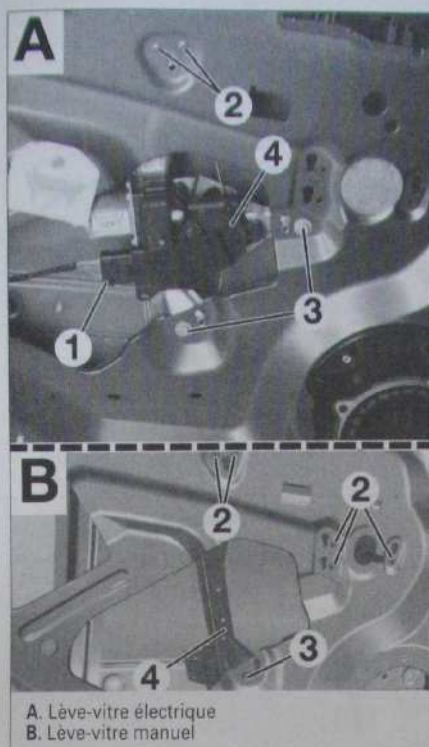

Fig. 115
- Pour les modèles équipés de lève-vitres électriques, débrancher le connecteur d'alimentation (1) (Fig.115).
- A l'aide d'un foret de Ø 6 mm, percer les rivets (2).
- Déposer les vis de fixation (3) du mécanisme (4).